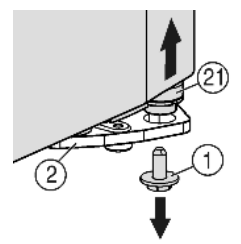
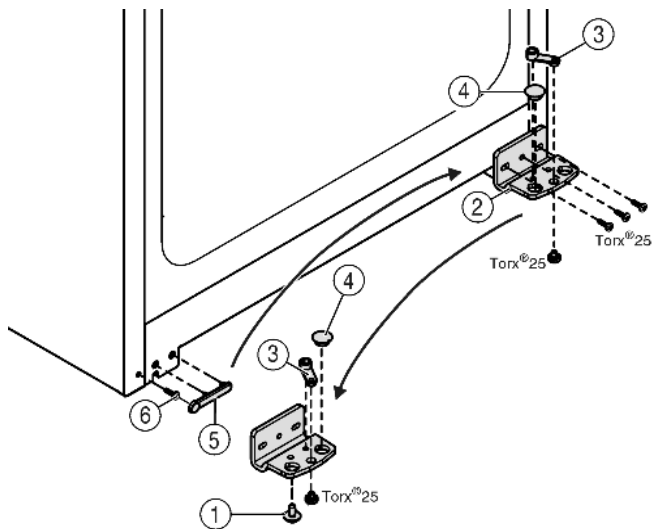

Fig. 4
Fig. 5
- ▶ Dévisser la vis de blocage du support d'appui *Fig. 4 (1)* en bas à droite.
- ▶ Le pivot d'appui *Fig. 4 (21)* se desserre du support d'appui *Fig. 5 (2)*.
- ▶ Si le pivot d'appui *Fig. 4 (21)* ne se desserre pas, chasser le support par le bas.
- ▶ Dévisser le support d'appui Fig. 5 (2).
- ▶ Dévisser l'élément pivotant Fig. 5 (3) et le permuter dans le trou opposé du support d'appui, revisser à fond.
- ▶ Retirer le bouchon Fig. 5 (4) du support d'appui et le placer dans le trou du côté opposé au support d'appui.
- ▶ Retirer le cache Fig. 5 (5) côté poignée avec précaution.
- ▶ Retirer la vis Fig. 5 (6) et la revisser sur le côté opposé.
- ▶ Remettre en place le cache Fig. 5 (5).
- ▶ Revisser le support d'appui Fig. 5 (2) sur le nouveau côté charnière, en utilisant une visseuse sans fil si nécessaire, avec un couple de serrage de **4 Nm**.
- ▶ Visser la vis d'arrêt Fig. 4 (1) en bas dans le pivot d'arrêt et la serrer à fond (**avec 4 Nm**).